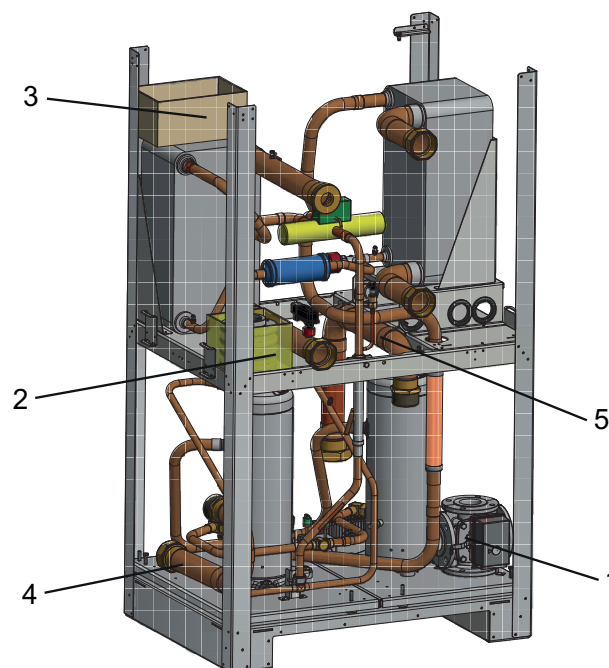
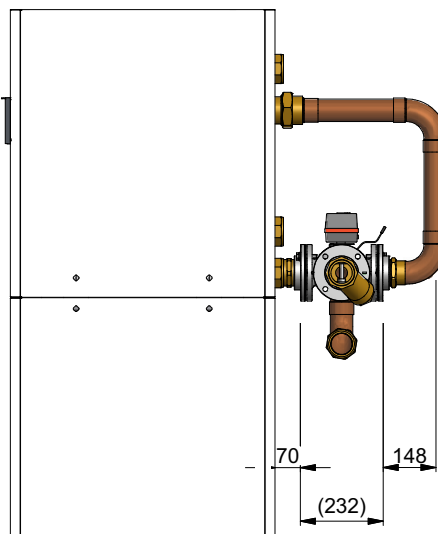

Fig. 7.1:
Fig. 7.3:
La vanne d'inversion hydraulique 4 voies (1) pré-montée avec le servomoteur est fixée sur la plaque de base avec 3 équerres de fixation. Les équerres de fixation doivent être retirées, le joint de bride placé sous la vanne d'inversion 4 voies devant être utilisé (voir Fig. 7.1 - page 6). Des joints de bride supplémentaires se trouvent dans la pochette contenant les brides filetées accompagnant l'appareil (2). Les éléments de raccordement sont rangés avec le filtre de protection dans le carton de livraison (3) sur l'échangeur thermique à plaques. Un ensemble tuyau pré-monté (4) se trouve sur la plaque de base et un autre ensemble tuyau (5) est fixé dans la partie supérieure sur un élément de tôle. Ces ensembles tuyaux doivent être raccordés avec les brides filetées comme cela est représenté dans la Fig. 7.3 - page 7.
Durant cette opération, veiller à obtenir les cotes d'espacement montrées dans la Fig. 7.3 - page 7 en procédant à l'étanchéité entre le manchon double et la bride filetée sur la pompe à chaleur d'un côté, et entre l'ensemble tuyau " Départ eau de chauffage " et la bride filetée de l'autre côté. Une fois la position de montage requise atteinte, les brides doivent être reliées à la vanne d'inversion hydraulique 4 voies avec les joints fournis au moyen de vis, rondelles et ressorts-bagues.